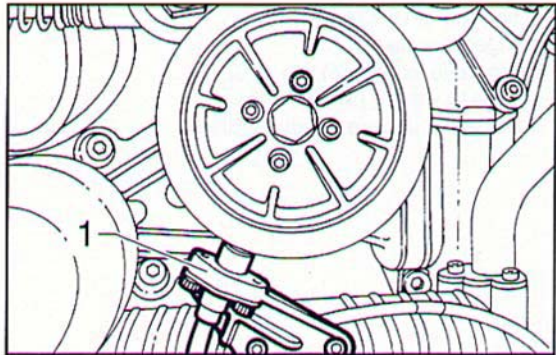

Fig. 329 ▼
- montare il sensore di giri inferiore fisso (1), serrandone le viti di fissaggio (Fig. 329);
- mount the lower fixed rpm sensor (1), locking its securing screws (Fig. 329);